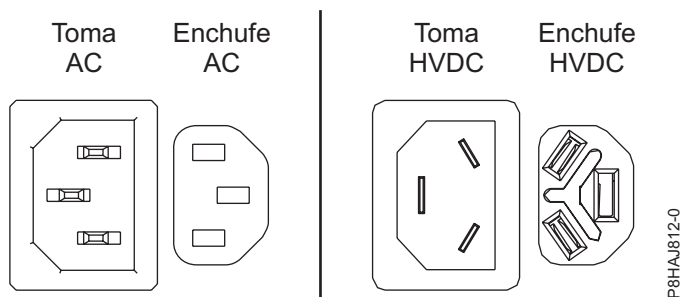
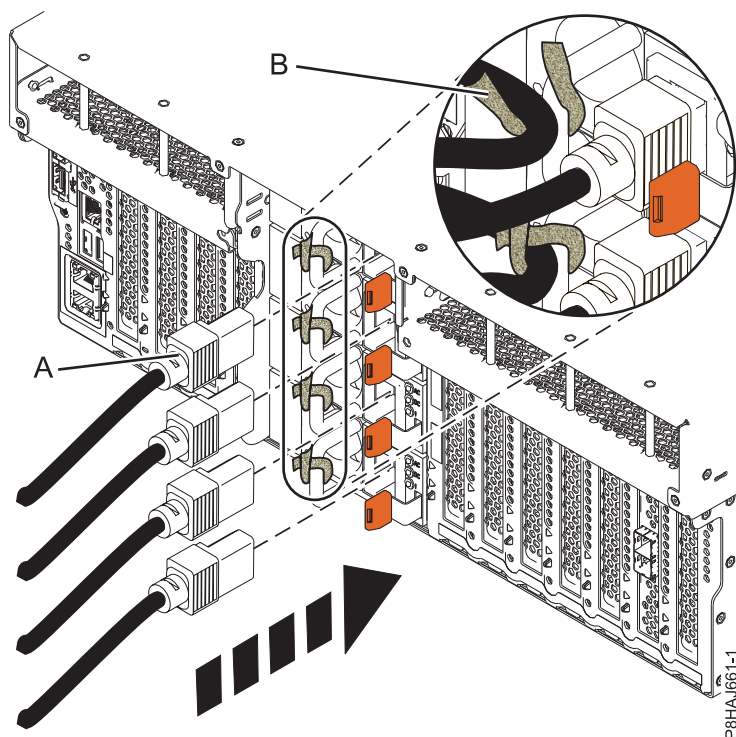
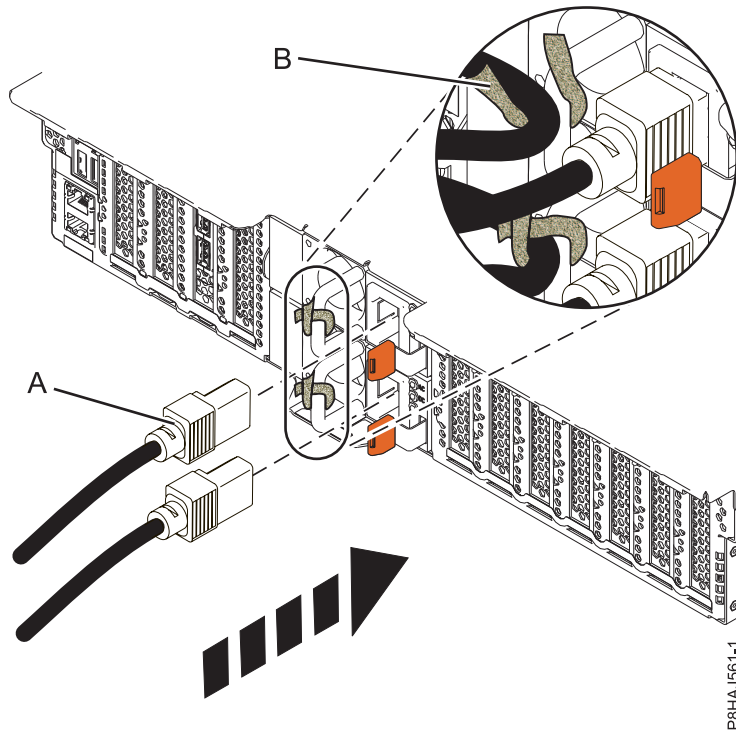
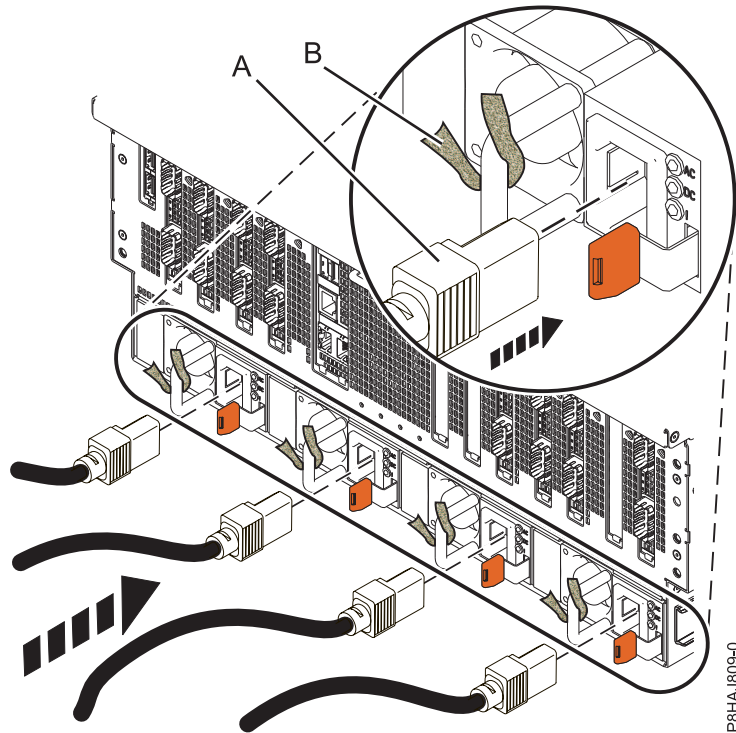

Figura 30. Conectores de CA y HVDC
Figura 31. Conexión de los cables de alimentación a un sistema 8247-42L, 8286-41A o 8286-42A
Figura 32. Conexión de los cables de alimentación a un sistema 8247-21L, 8247-22L, o 8284-22A
Figura 33. Conexión de los cables de alimentación a un sistema 8408-E8E
2. Vuelva a conectar los cables de alimentación **(A)** a la unidad del sistema. Consulte Figura 31, Figura 32 en la página 57 o Figura 33 en la página 57 según el tipo de sistema. En la Figura 30 se muestran los conectores admitidos de corriente alterna (CA) y de corriente directa de alto voltaje (HVDC).